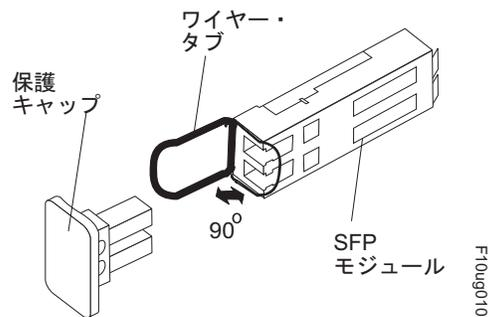

図 74. SFP モジュール・ラッチのアンロック - ワイヤー・タブの場合
- ワイヤー・タブが入っている SFP モジュールの場合は、図 74 に示すように、ワイヤー・ラッチを外側に 90° 引いて SFP モジュールのラッチをアンロックします。